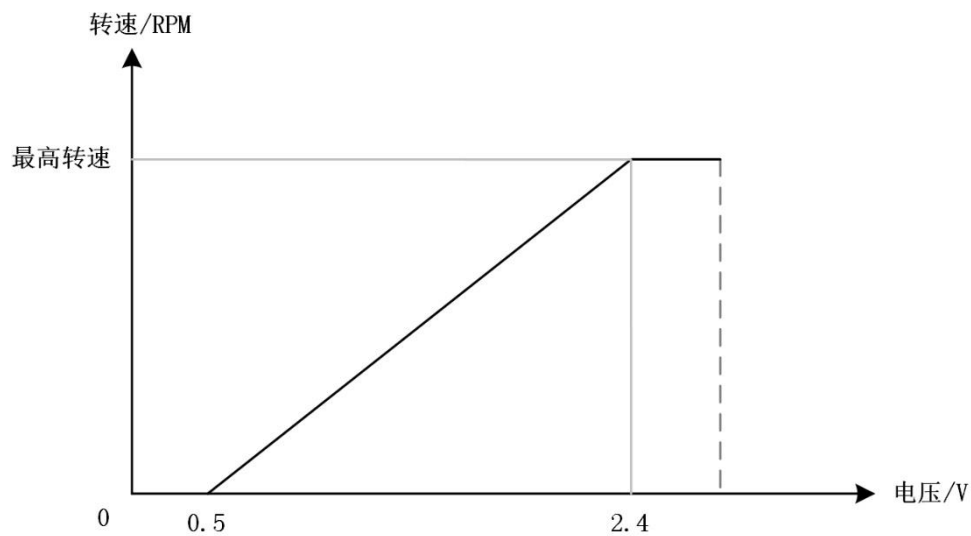

图 4.2 转速与电压控制信号关系
- 改变输入电压数值，观察电机转速变化。电机转速与输入的油门电压的关系如图 4.2 所示。如输入 2.4V 电压，电机转速为最高转速。